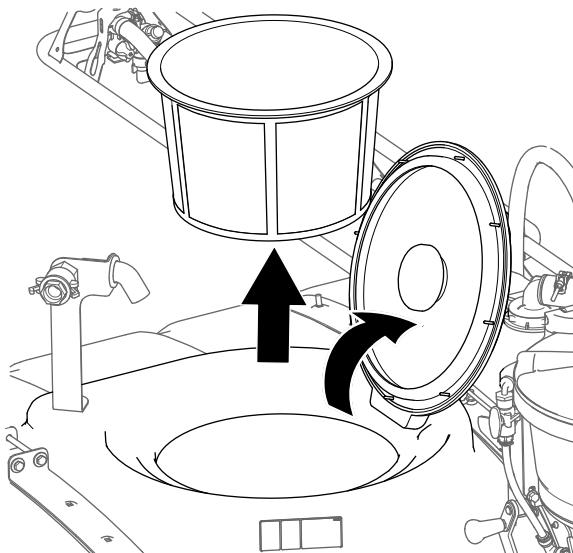

Figura 25
1. Abra la tapa del depósito de fumigación y retire el filtro (Figura 25).